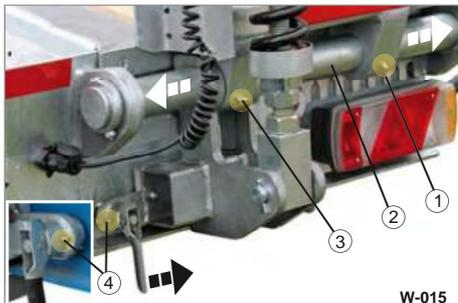

Fig. 18 Lubrificazione del cuscinetto della rampa
- ÿ Lubrificare il cuscinetto tramite gli ingrassatori (Fig. 18/1,3,4) con una pistola per grasso, finché non fuoriesce il grasso.
- ÿ Ingrassare i punti di appoggio dei bulloni (Fig. 18/2) con grasso per macchine.